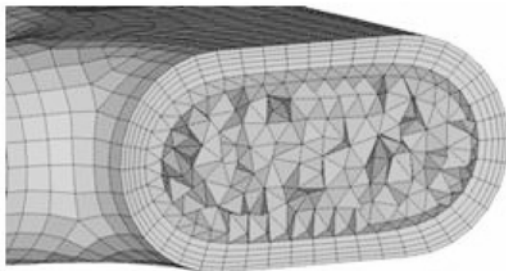

图 5-148 隐藏单元观察内部单元和边界层
(1) 按快捷键〈F5〉并选择要隐藏的单元，观察生成的网格质量。内部网格如图 5-148 所示。